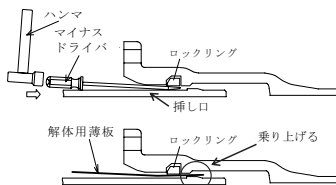

図 56 解体用薄板の挿入
- (2) 呼び径 700 ～ 1000 は、押輪分割部にボルト・ナットを取り付けた状態で押輪をずらす（ボルトに傷をつけないように注意する）。
- (3) ゴム抜き具（ドライバなど）を使用して、ゴム輪およびバックアップリングを抜き出す。解体した箇所のゴム輪およびバックアップリングは、再使用すると漏水の原因となるので再使用はしない。
- (4) 図 56 に示すように、ロックリングと挿し口の間にマイナスドライバを叩き込み、その隙間に解体用薄板を円周方向に 6 枚程度挿入する。この時、解体用薄板は挿し口突部に乗り上げるようにセットする。